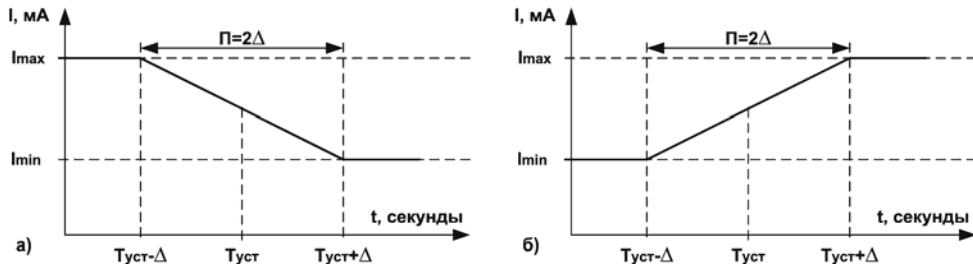

**Рисунок 3.11 – Задание минимальных времен удержания выхода в замкнутом и разомкнутом состояниях для типа логики 1**
**A2-8)** состояниях. ЛУ удерживает выходное устройство в соответствующем состоянии в течение заданного в этих параметрах времени, даже если по логике работы устройства сравнения требуется переключение (рисунок 3.11).